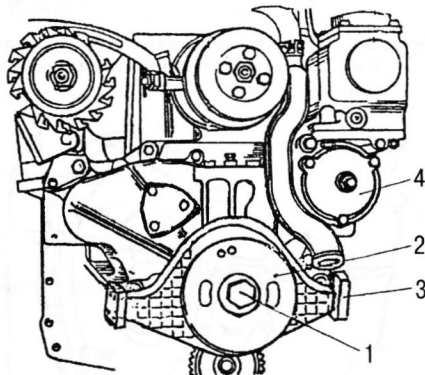

Рис. 3.8. Снятие передней опоры двигателя, шкива коленчатого вала и лючка: 1 – болт; 2 – шкив коленчатого вала; 3 – передняя опора; 4 – крышка лючка
28. Снять болт 1 (рис. 3.8) и шкив 2 коленчатого вала.